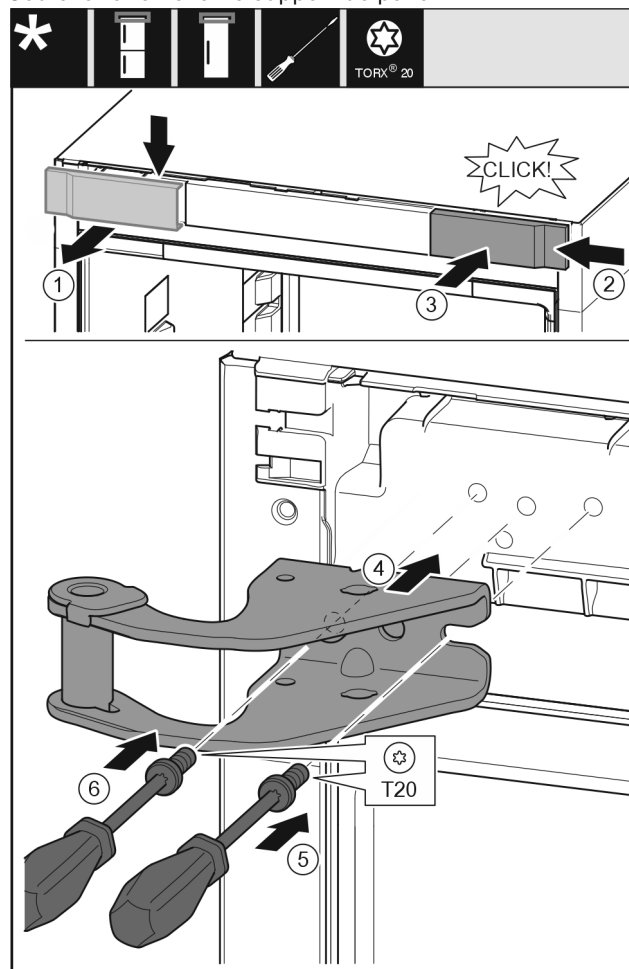

Fig. 11
- ▶ Retirer le cache Fig. 11 (1) depuis le haut vers l'avant.
- ▶ Accrocher le cache Fig. 11 (2) tourné de 180° de l'autre côté depuis le côté droit.
- ▶ Enclencher le cache Fig. 11 (3).
- ▶ Poser le support de palier supérieur Fig. 11 (4).
- ▶ Poser la vis Fig. 11 (5) avec un tournevis et la serrer.
- ▶ Poser la vis Fig. 11 (6) avec un tournevis et la serrer.